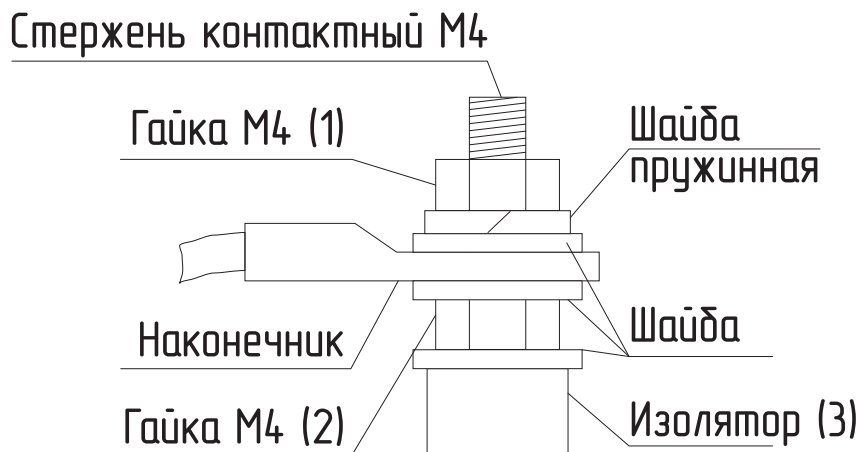

Рис.16 Присоединение проводов к выводам блок ТЭН
- при замене блока ТЭН присоединение фазных проводов к выводам блока ТЭН производить согласно **Рис.16**. Сечение кабеля указано в **Таб.1**;